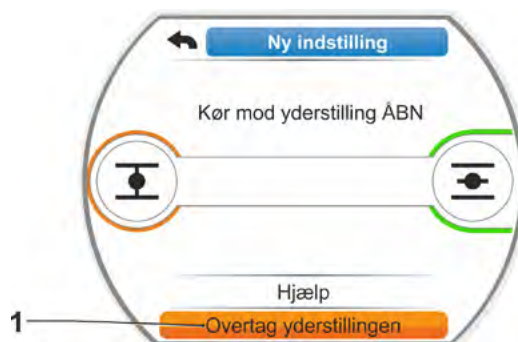

Fig. 7: Overtag yderstillingen
- c) Drej Drive Controlleren, og placer markeringen på „Overtag yderstillinger“ (fig. 7).